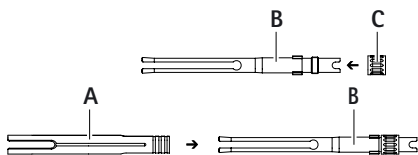

Fig. 10
- Deslizar a bucha externa **A** a partir da frente sobre a pinça tensora **B**, ver Fig. 10. Ter em atenção o alinhamento das ranhuras em relação às porcas em T. A extremidade ondulada da bucha de aperto deve apontar para o parafuso de aperto **C** para um melhor manuseamento.